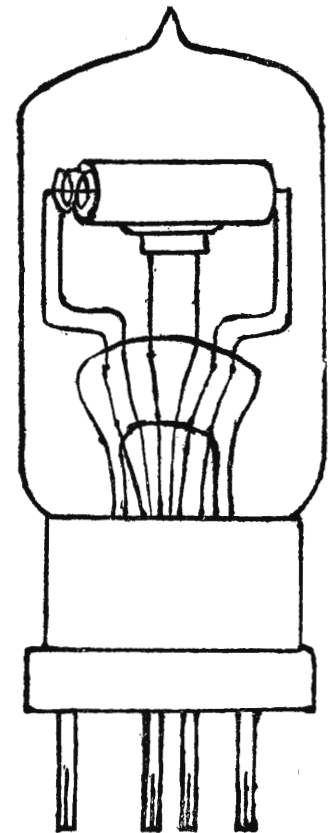

Fig. 4.
a forma di spirale attorno al filamento (fig. 4) e caricata al potenziale  $i_g$ . Le figure 5-8 mostrano l'andamento delle linee di forza elettrica (punteggiate) e delle *linee equipotenziali* (intere) nello spazio filamento-placca (1).
(1) Ricavate dal Mceller.